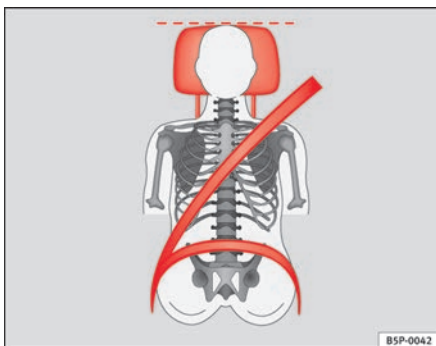

Abb. 12 Richtiger Gurtbandverlauf und richtige Kopfstützeinstellung von vorne betrachtet
- Der Schultergurtteil des Sicherheitsgurtes muss über die Schultermitte und niemals über den Hals verlaufen. Der Sicherheitsgurt muss flach und fest am Oberkörper anliegen ⇒ Abb. 12.